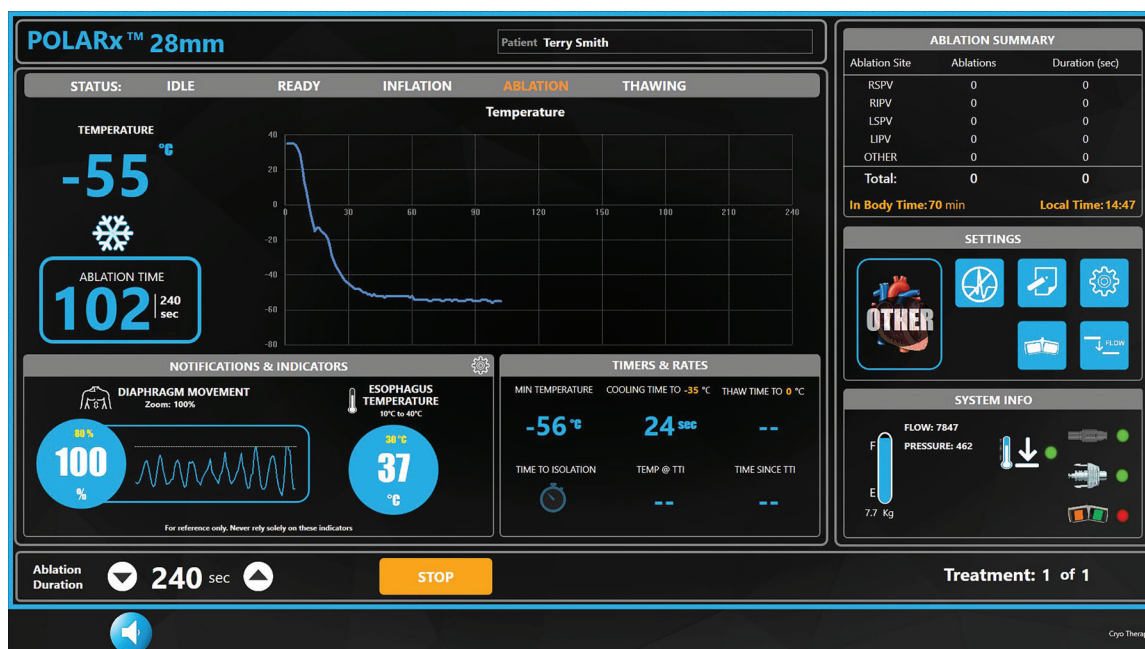

Figura 16. Ecrã de terapia – estado de ablação
5. Quando o sistema está no estado **ABLATION** (Ablação), são visíveis os indicadores que se seguem no ecrã de Terapia (Figura 16):